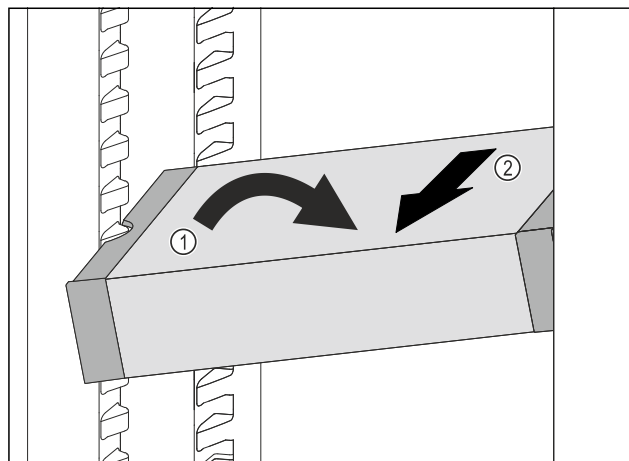

Fig. 124
- ▶ Seadke VarioSafe jahutusosas kaldu. Fig. 124 (1)
- ▶ Võtke VarioSafe ettepoole välja. Fig. 124 (2)